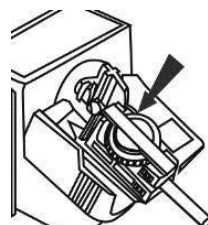

fig. 2
5. Placez la bride dans la fente de réglage (E) (fig. 2).